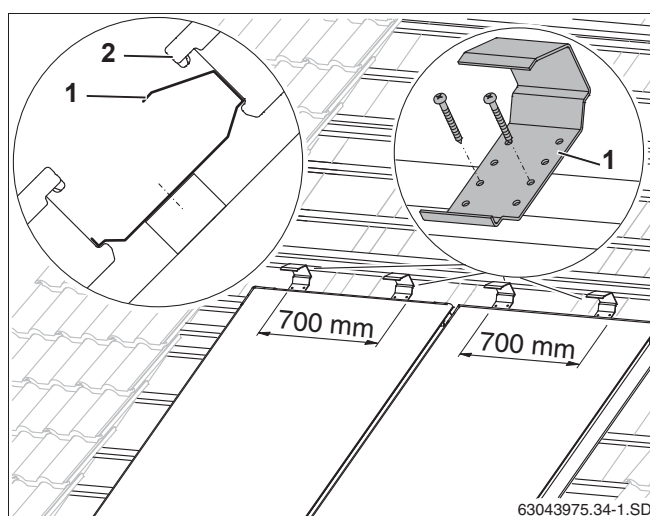

Рис. 30 Крепления от сползания для второго ряда коллекторов
- ▶ Установите два крепления от сползания (рис. 30, **поз. 1**) на коллектор в середине (с расстоянием 700 мм между ними) над нижним коллектором на четвертой дополнительной рейке нижнего ряда и закрепите двумя саморезами 4x40.
- ▶ Коллектор верхнего ряда устанавливается (рис. 30, **поз. 2**) в крепления от сползания, затем его нужно выровнять по нижнему ряду.